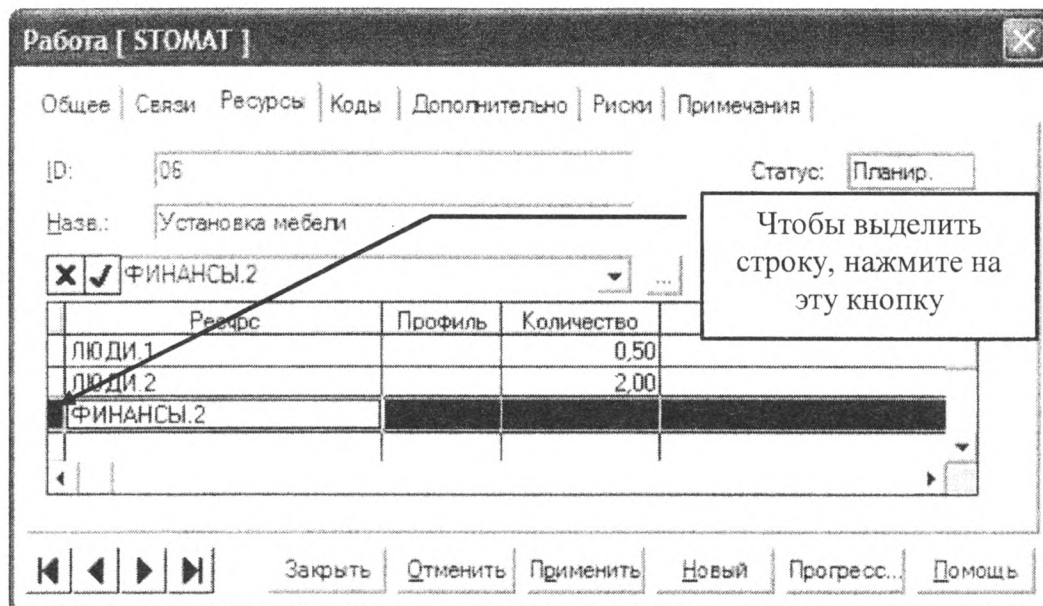

Рис. 38. Удаление назначенного ресурса
- выделить строку с неправильно назначенным ресурсом путем активизации крайней левой ячейки (рис. 38);